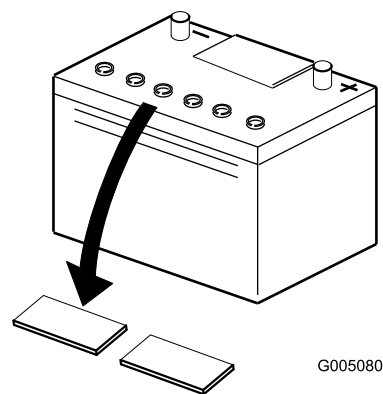

Figura 4
4. Pulite la parte superiore della batteria e togliete i tappi di sfiato (Figura 4).